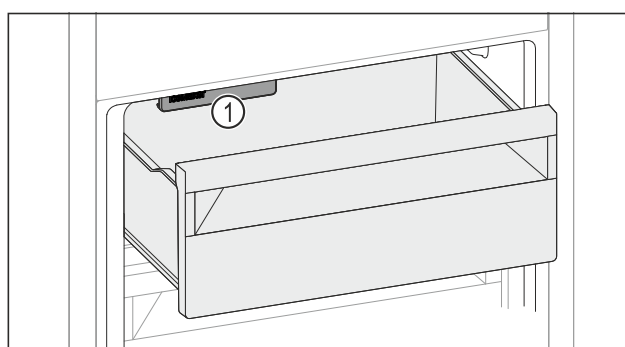

Fig. 153
- ▶ 请考虑 IceMaker Fig. 153 (1)。